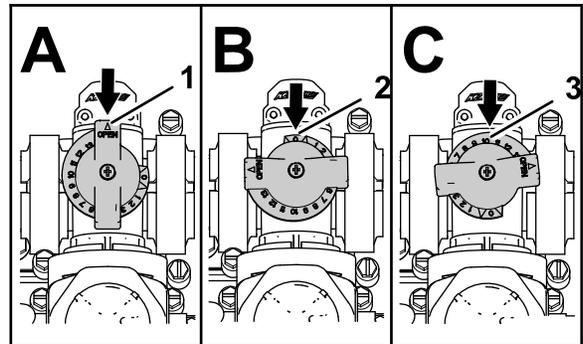

Figura 34
- La Figura 34, B, muestra la válvula de desvío de agitación en la posición de Cerrado (0).
- La válvula de desvío de agitación se encuentra en una posición Intermedia (relativa al manómetro del sistema de fumigación) como se muestra en la Figura 34, C.